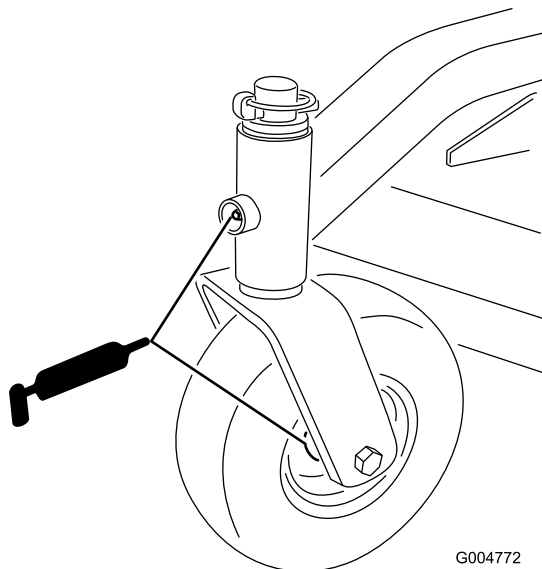

Figura 21
1. Lubrificate i cuscinetti delle ruote orientabili anteriori e i perni di articolazione anteriori (Figura 21).